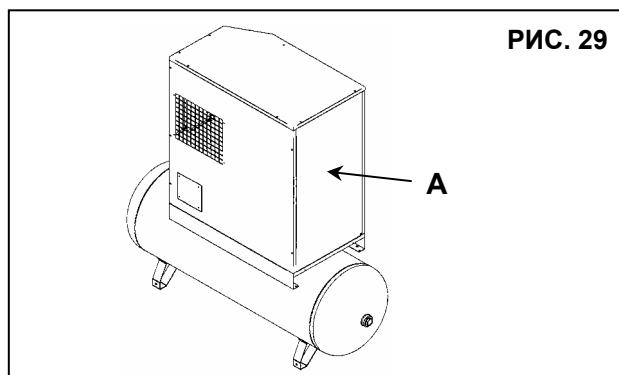

РИС. 29
- Снимите защитное устройство (кофей машиной), поз. А, рис. 29.
- Установите стационарное защитное устройство с помощью предохранительных винтов (поз. А, Рис. 29).